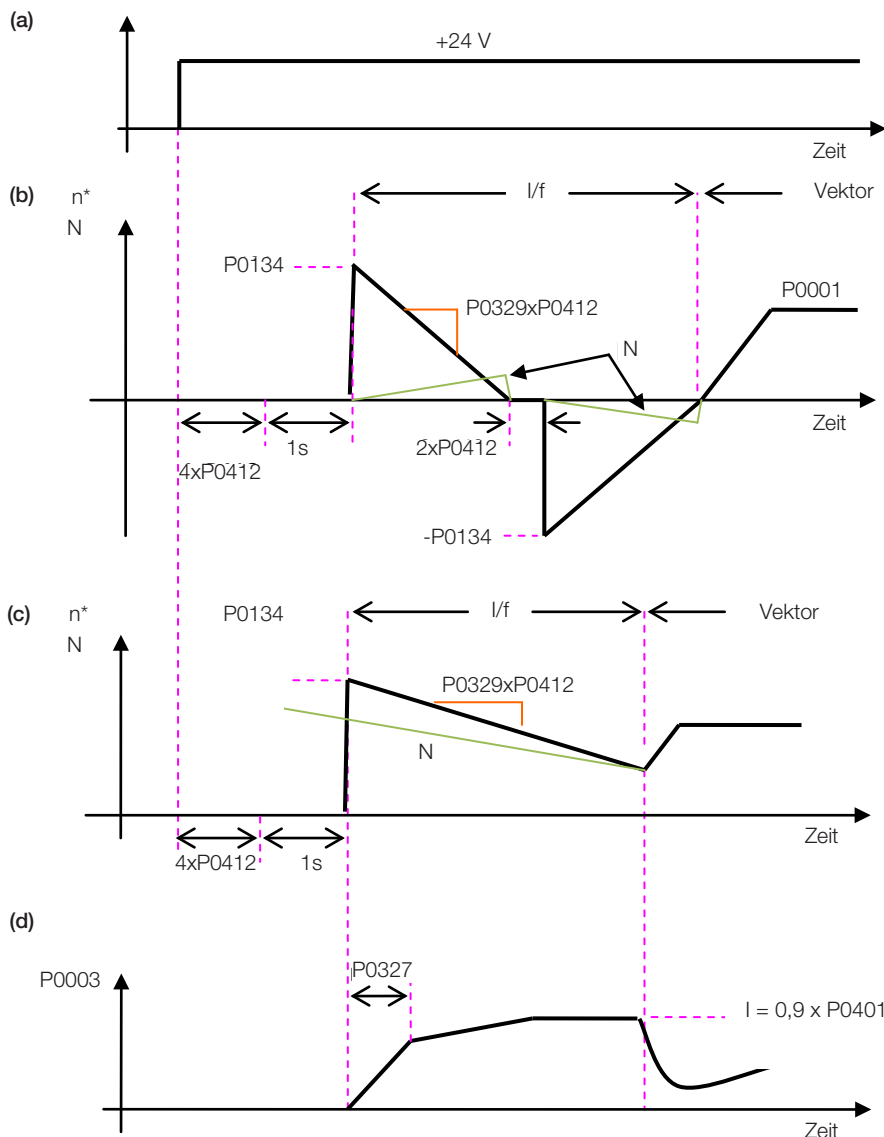

Abbildung 14.3: (a) bis (d) Auswirkung von P0327 und P0329 während des fliegenden Starts ( $P0202 = 4$ )
Das Verhalten der Flying-Start-Funktion (FS) im sensorlosen Modus beim Beschleunigen und Wiederbeschleunigen kann aus der folgenden Tabelle ersichtlich Abbildung 14.3 auf Seite 14-8.
Abbildung 14.3 auf Seite 14-8 zeigt das Verhalten des Drehzahlsollwerts, wenn die FS-Funktion bei gestoppter Motorwelle und einem kleinen Wert von P0329 gestartet wird (nicht optimiert).
Abbildung 14.3 auf Seite 14-8 zeigt den Drehzahlsollwert, wenn die FS-Funktion mit bereits in die gewünschte Richtung laufender Motorwelle oder mit angehaltener Welle und bereits optimiertem Parameter P0329 initiiert wird.